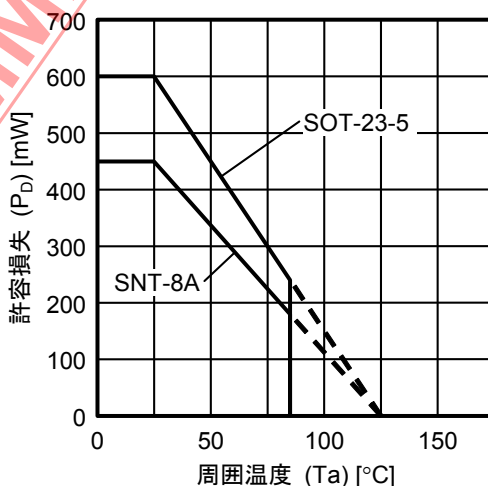

図5 パッケージ許容損失（基板実装時）
2. 本製品はパワーMOS FETを内蔵しているため、パワーMOS FETによる損失がパッケージ許容損失を越えないよう十分に注意してください（図5参照）。